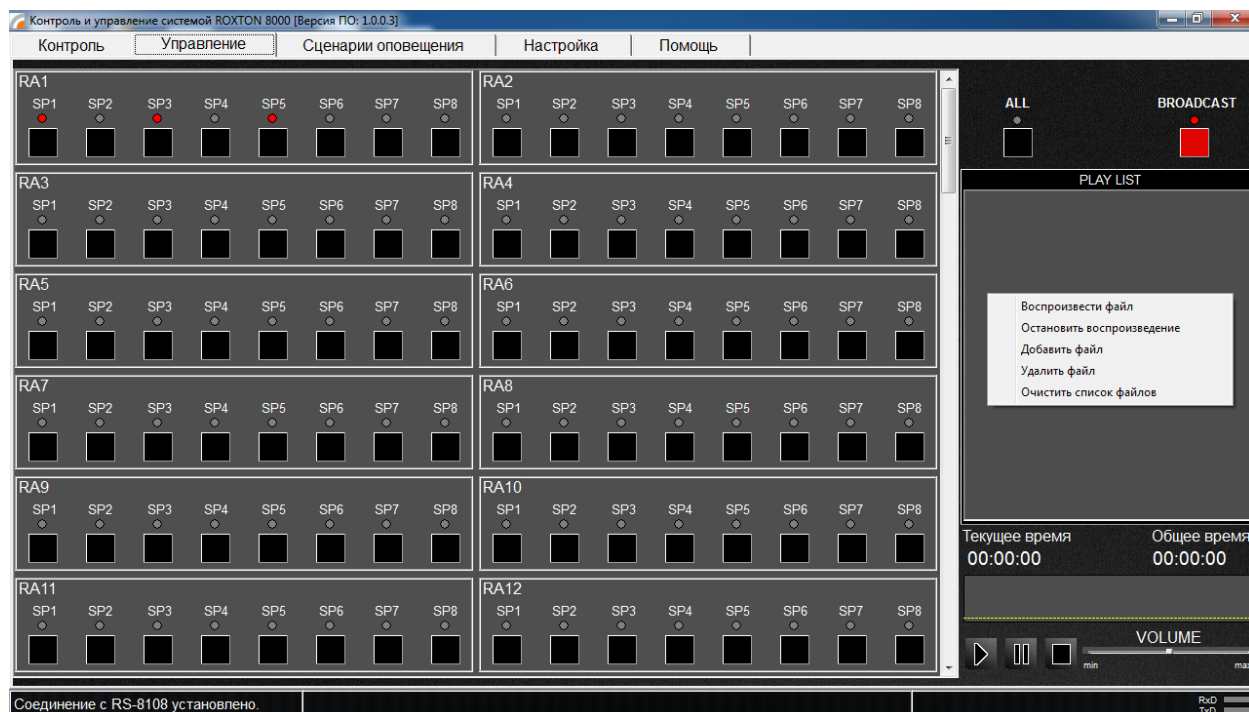

Рис.3. Внешний вид вкладки «КОНТРОЛЬ»
- в открывшемся меню выбрать необходимую операцию, например, добавить файл, рис.3.